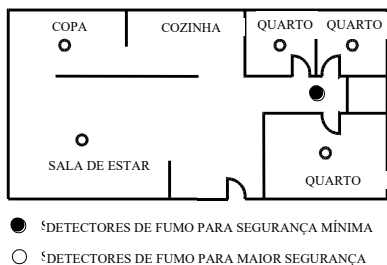

Figura 1: Locais de instalação para detetores de fumo/calor em apartamentos ou casas para uma família com apenas uma área de dormitório
- Instale um detetor de fumo/calor no corredor externo de cada área separada de dormitórios (*ver Figura 1*). Em habitações que têm duas áreas com quartos, dois detetores serão necessários.